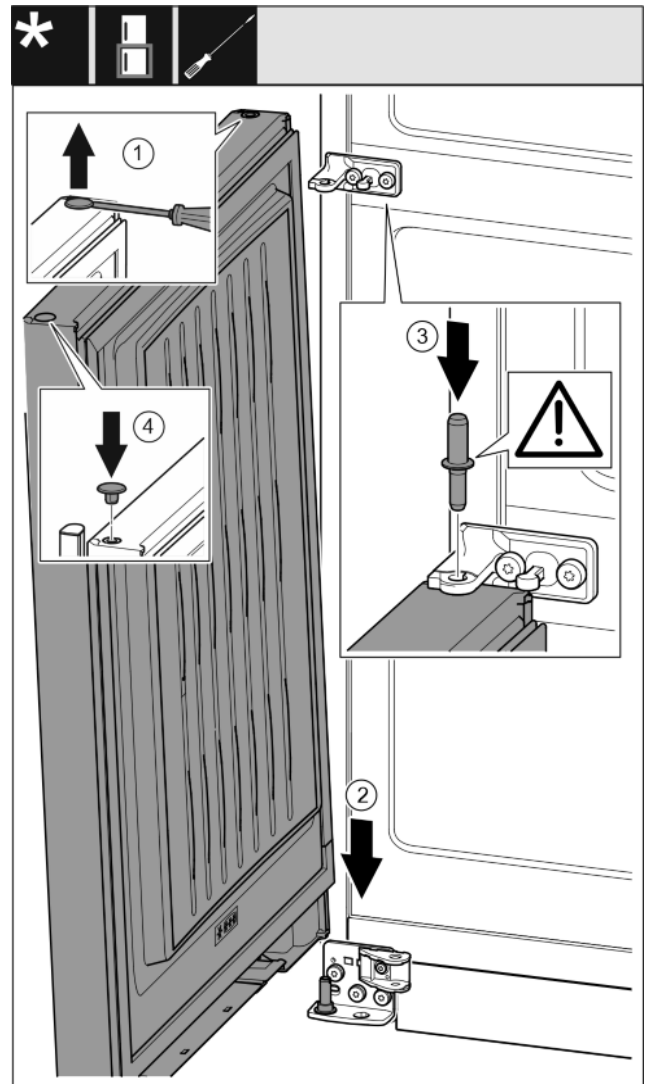

Fig. 32
- ▶ Stop voorzichtig met een sleufschroevendraaijer optillen en eruit trekken. Fig. 32 (1)
- ▶ Deur van boven op de onderste lagerbout plaatsen. Fig. 32 (2)
- ▶ Het midden van de lagerbout door het midden van de lagerbus in de onderste deur aanbrengen. Let op dat de vergrendelnok naar achter wijst. Fig. 32 (3)
- ▶ Stop op de andere kant weer aanbrengen. Fig. 32 (4)